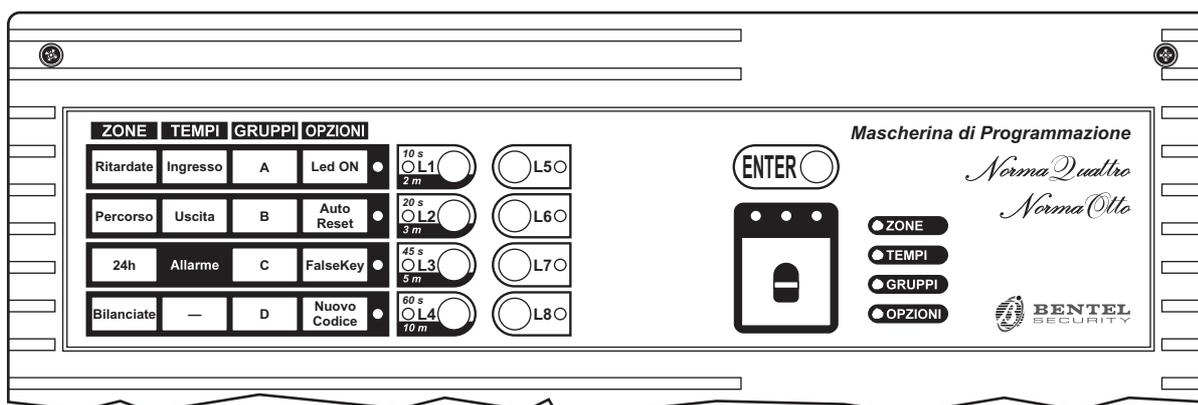

Figura 15 Pannello frontale con la mascherina di programmazione applicata.
Per uscire dalla programmazione, premere ripetutamente il tasto ENTER (vedi Figura 15 Mascherina di Programmazione), finché non si accendano tutti i led della centrale. Togliere la chiave dall'inseritore.
Per uscire dalla programmazione, premere ripetutamente il tasto ENTER (vedi Figura 15 Mascherina di Programmazione), finché tutti i LED della centrale non saranno accesi. Allontanare la chiave dall'inseritore.
- ☞ *Per uscire dalla fase di programmazione, premere ripetutamente il tasto ENTER (vedi Figura 15 Mascherina di Programmazione), finché non si accendano tutti i LED della centrale. Allontanare la chiave dall'inseritore.*
- ☞ *Per uscire dalla fase di programmazione premere ripetutamente il tasto ENTER (vedi Figura 15 Mascherina di Programmazione), finché tutti i LED della centrale non si sono accesi. Allontanare la chiave dall'inseritore.*